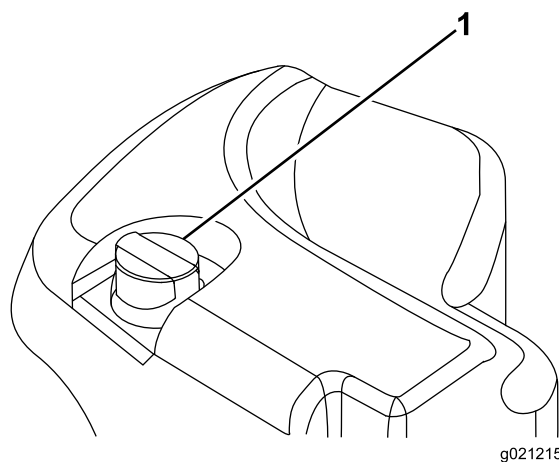

Figure 31
2. Nettoyez la surface autour du goulot de remplissage et du bouchon du réservoir hydraulique (Figure 31).